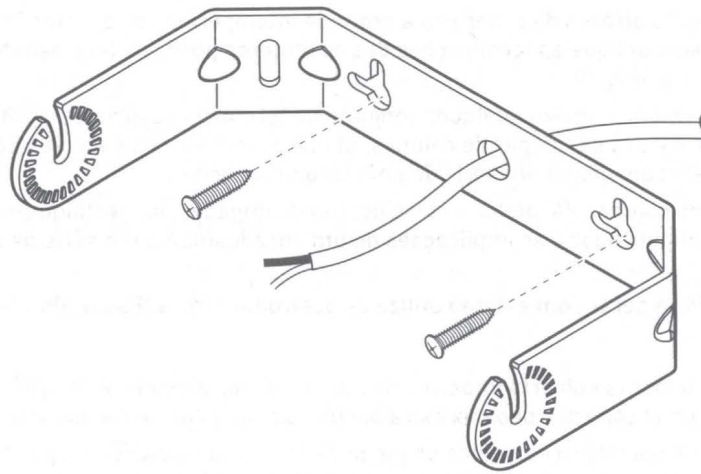

Fig. 2 / Fig. 2 / Abb. 2 / Fig. 2 / Fig. 2 / Fig. 2
STEP 2: Pull the speaker wires through the center hole of the speaker bracket (included). Attach the speaker bracket to the mounting surface using the appropriate hardware (not included) for the surface. Mount the speaker bracket vertically, horizontally, or angled in a corner, as desired. (Fig. 2)
ÉTAPE 2 : Tirer les fils de haut-parleur à travers le trou central du support du haut-parleur (inclus). Fixer le support du haut-parleur sur la surface de montage à l'aide d'un outil adapté (non inclus) à cette surface. Fixer le support du haut-parleur à la verticale, à l'horizontale ou dans l'angle d'un coin, au choix. (Fig. 2)
SCHRITT 2: Führen Sie die Lautsprecherkabel durch das mittlere Loch in der Halterung (mitgeliefert). Befestigen Sie die Halterung mit dem passenden Werkzeug (nicht mitgeliefert) an der Montagefläche. Befestigen Sie die Halterung für den Lautsprecher je nach Wunsch senkrecht, waagrecht oder schräg. (Abb. 2)
PASSAGGIO 2: far passare i cavi del diffusore attraverso il foro centrale della staffa diffusore (inclusa). Fissare la staffa diffusore alla superficie di montaggio utilizzando gli strumenti e i materiali necessari (non inclusi). Montare la staffa diffusore in senso verticale, orizzontale o angolare secondo le proprie preferenze. (Fig. 2)
PASSO 2: Puxe os fios de coluna através do orifício central do suporte da coluna (incluído). Aplique o suporte da coluna à superfície de montagem utilizando o hardware adequado (não incluído) para a superfície. Monte o suporte da coluna conforme desejado, verticalmente, horizontalmente ou em ângulo no canto. (Fig. 2)
PASO 2: pase los cables para altavoces por el orificio central del soporte del altavoz (incluido). Una el soporte del altavoz a la superficie de montaje utilizando los elementos de ferretería precisos (no incluidos) para la superficie. Puede montar el soporte del altavoz de manera vertical, horizontal o con ángulo en una esquina, como desee. (Fig. 2)